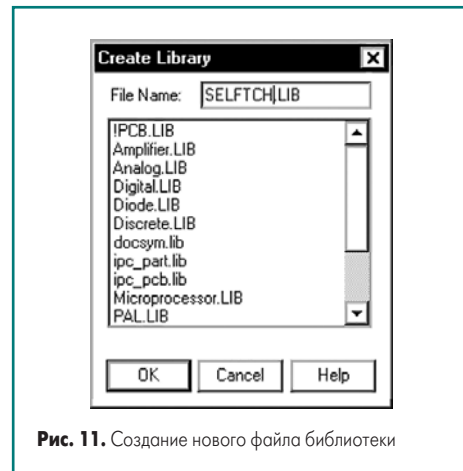

Рис. 11. Создание нового файла библиотеки
45. В появившемся окне Create Library (рис. 11) в поле File Name введем имя файла новой библиотеки SELFCH.LIB и нажмем кнопку ОК.